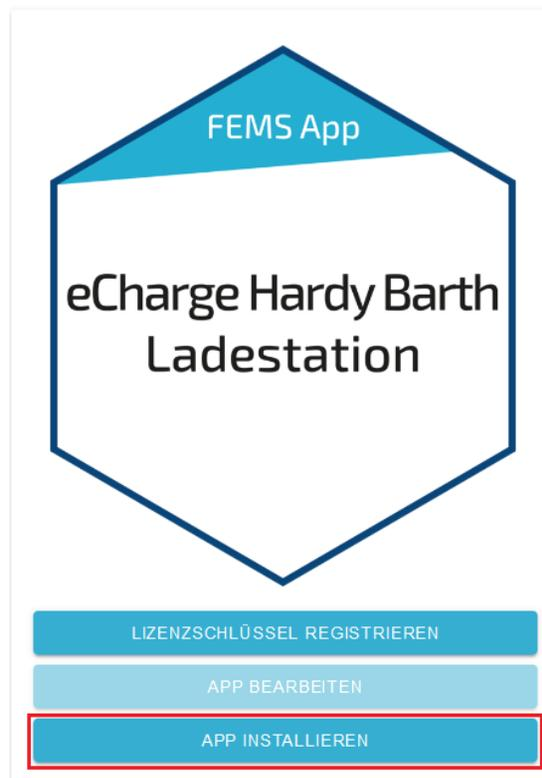

Abbildung 13. App-Installation — Variante 2: Schritt 4
- Abbildung 13. App-Installation — Variante 2: Schritt 4